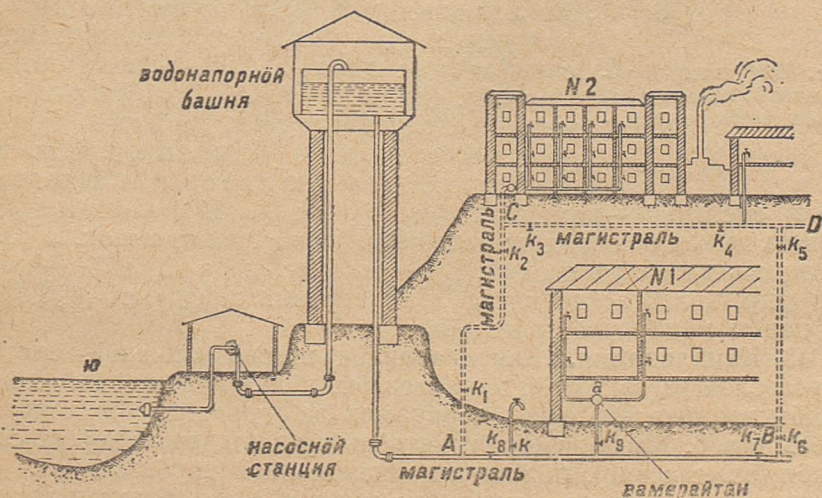

Рис. 48. Городской водопроводлөн схема.
42. Кыз керома водопровод. Городын вылынжык местаын кероны вылын водонапорной башня, кода вылын вевдорас сувтотоны ва понда бак (рис. 48). Колё, медбы эта бакыс вёлі сувтотёма городись быдёс керкуэзис вылынжыка. Вына насоссэзён бакё качайтёны ва либо веськыта юись, либо особой резервуаррезись, коднаын ёктёны кэзись бура фильтруйтём ва. Бак дынись городёт мунё главной труба—магистраль, кода дынё ётлаётёмёс торья керкуэзись водопроводной трубаэз. Медбы трубаэз эзё кымё, нийё муас пуктёны 2 м-ся пыдынжыка. Ба-
4. Пондас я № 1 керкуын (рис. 48) визывтны ваи сь, ежели № 2 керку дын мунан магистральлён кытпёмкё часть выключитёма ремонт вылё?